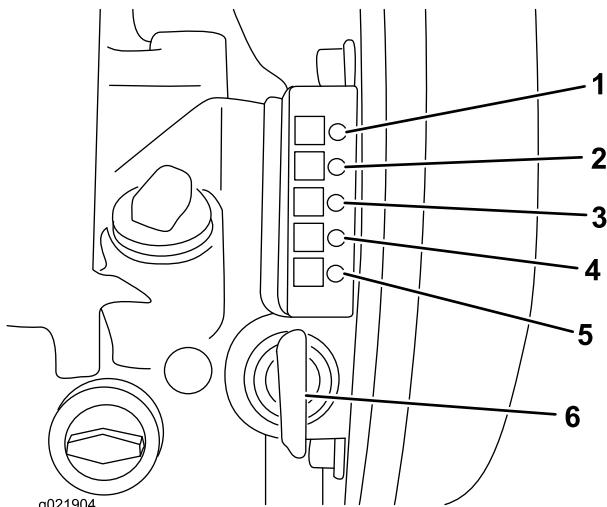

Figura 13
- Inserte la llave en el interruptor de arranque y gírela en sentido horario para arrancar el motor (Figura 13).
- Modelo 68075 solamente: Gire la llave en sentido antihorario a la posición de Apagado (se apagaran todos los indicadores) y retire la llave del interruptor de encendido (Figura 13).